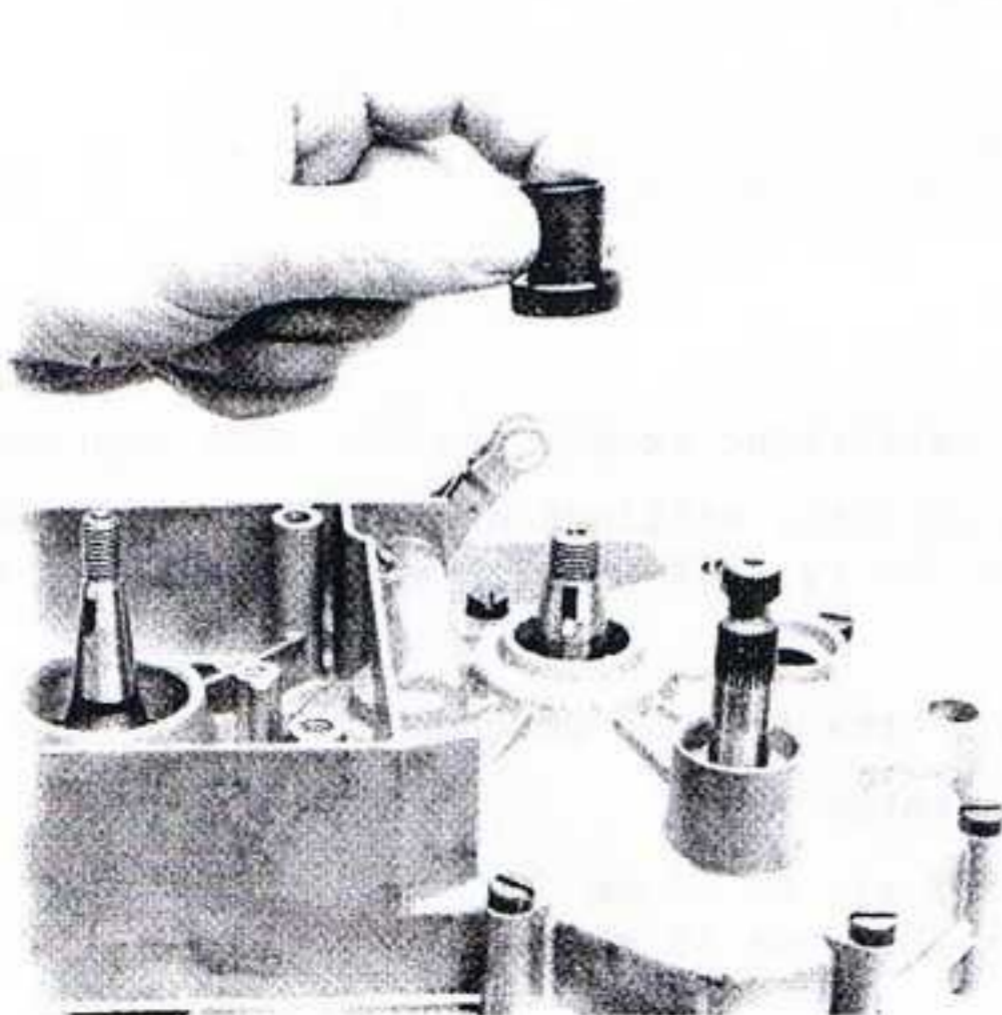

fig.47
• Présenter l'ensemble cône et joint sur l'arbre, et descendre jusqu'au contact du logement de joint (Fig.47).